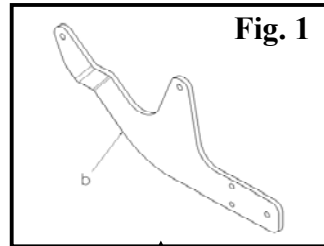

Fig. 1
- * Fest høyre bærearml «b» til punktene X med skruesettet X (fig.1).